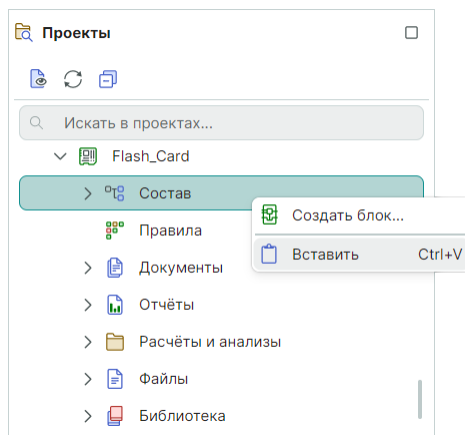

Рис. 255 Вставка блока в другой проект
1. Выберите другой проект в дереве проектов «Проекты» → «Состав», вставьте блок из буфера, см. Рис. 255.